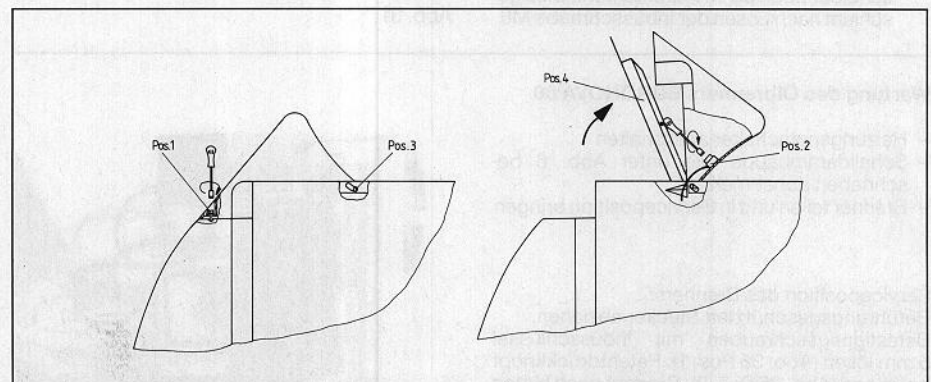

Abb. 40
1. Zentralverriegelungsschraube des Schaltfeldes lösen. (Abb. 40 Pos. 1)
3. Untere Schaltfeldabdeckung entfernen. (Abb. 40 Pos. 4)
4. El.-Anschlüsse oder Überprüfungen (Abb. 40 Pos. 2).
5. Schaltfeldausbau: Arretierstift (Abb. 40 Pos. 3) nach innen drücken, dann Schaltfeld rechts nach vorne abziehen. (Abb. 7 u. 8)